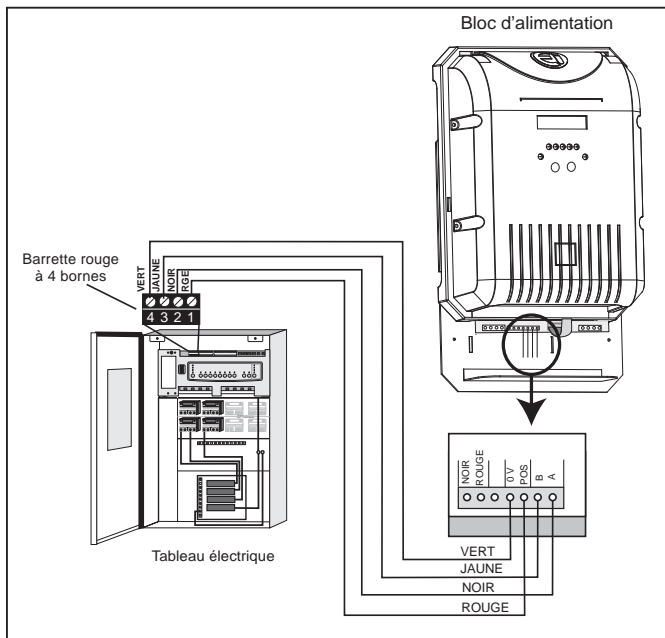

Figure 25. Raccordement de communication entre le bloc d'alimentation et le système de commande AquaLink RS ou le réseau PDA.
6. L'AquaLink RS ou PDA et le bloc d'alimentation utilisent une liaison à quatre (4) fils pour communiquer, et peuvent être reliés en étant éloignés jusqu'à un maximum de 500 pieds de distance. Tout câble à quatre conducteurs prévu pour l'utilisation à l'extérieur, de calibre minimal de 0,33 v (calibre 22), peut être utilisé. Repérer les bornes à vis sur la carte de circuit imprimé et connecter le bloc d'alimentation à la barrette rouge à 4 broches AquaLink RS ou PDA (voir Figure 25).